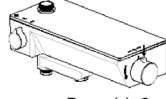
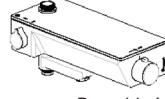

Рис. 11-3
Рис. 11-4
3. Регулятор температуры воды находится справа и по умолчанию установлен в положение на 38 °С, нажмите на кнопку и вращайте ручку регулятора против часовой стрелки, чтобы повысить температуру воды (рис. 11-3), температура воды будет медленно понижаться, если мы повернем ручку регулятора температуры по часовой стрелке (рис. 11-4).